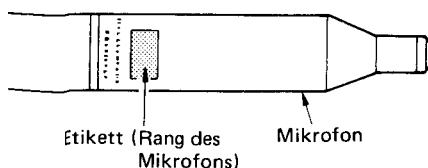

Abb. 1
- 1) Den Rang des Mikrofons überprüfen. (Abb. 1)